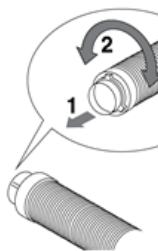

Рисунок 7
- Закрепите воздуховод на задней панели прибора (рисунок 7).